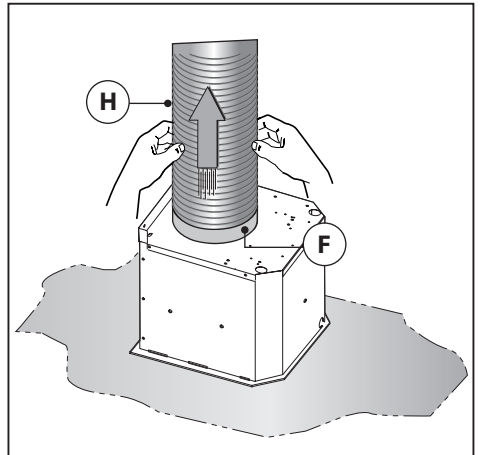
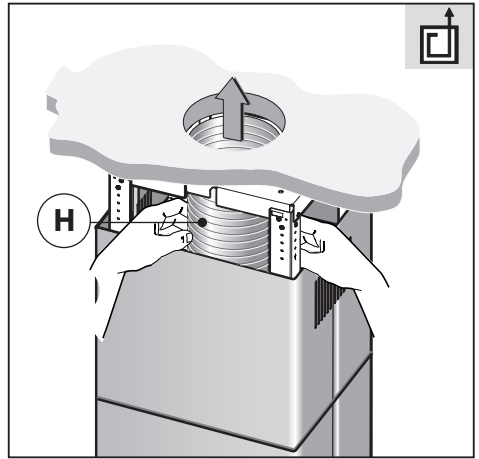

Fig.8
Fig.12
•**Versione aspirante:** fissare il tubo di evacuazione aria **H** (non in dotazione) sulla flangia di raccordo **F** (Fig.8). Fissare il tubo flessibile al foro di evacuazione aria predisposto (Fig.12).
-Fissare il tubo di evacuazione aria **H** (non in dotazione) sulla flangia di raccordo **F** (Fig.8).